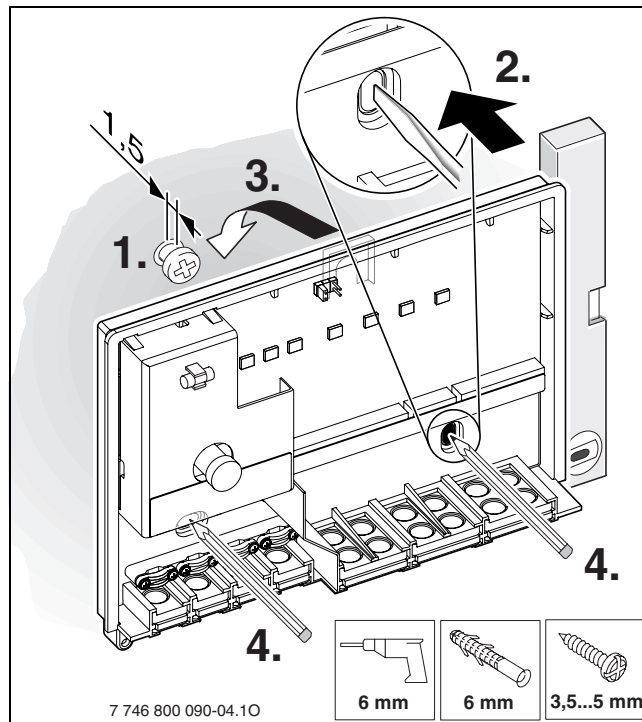

Fig. 8 Parafuso de fixação superior
- ▶ Para o parafuso superior de fixação, efectuar um orifício com Ø 6 mm, inserir a bucha e apertar o parafuso até 1,5 mm (→ fig. 8).